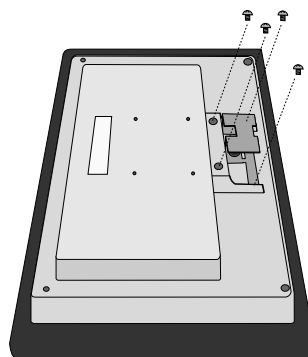

Figure R.2
4. Retirez les quatre vis fixant le moniteur au support et soulevez l'ensemble support (**Figure R.2**).